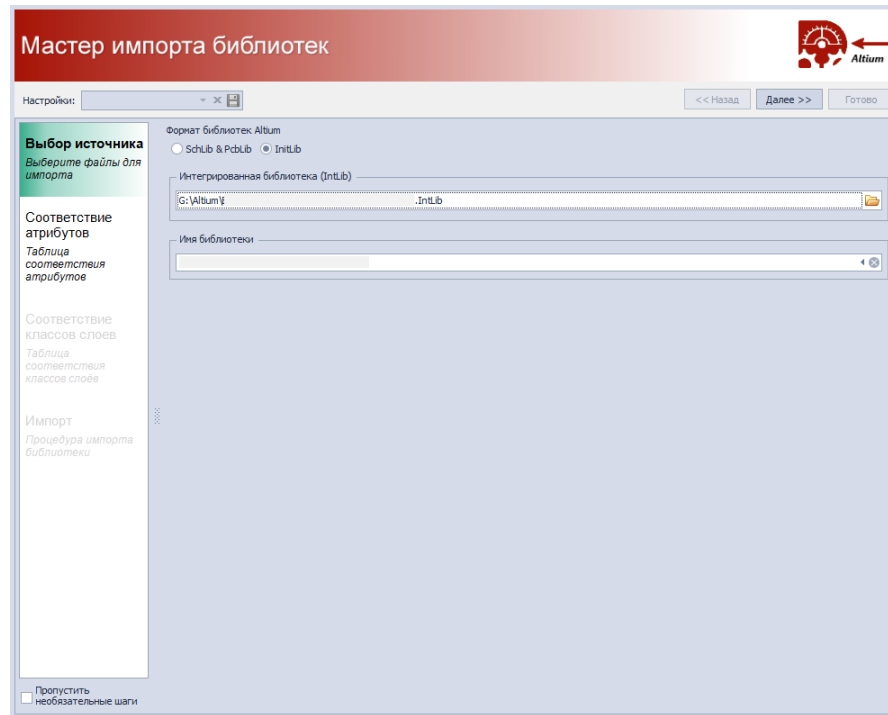

Рис. 26 Выбор типа импортируемой библиотеки
2. В поле «Формат библиотек Altium» выберите какой именно файл будет импортирован (Рис. 26): схемная библиотека вместе с библиотекой посадочных мест (SchLib & PcbLib) или уже скомпилированная библиотека символов, библиотека посадочных мест и файлы моделей в виде интегрированной библиотеки (IntLib).